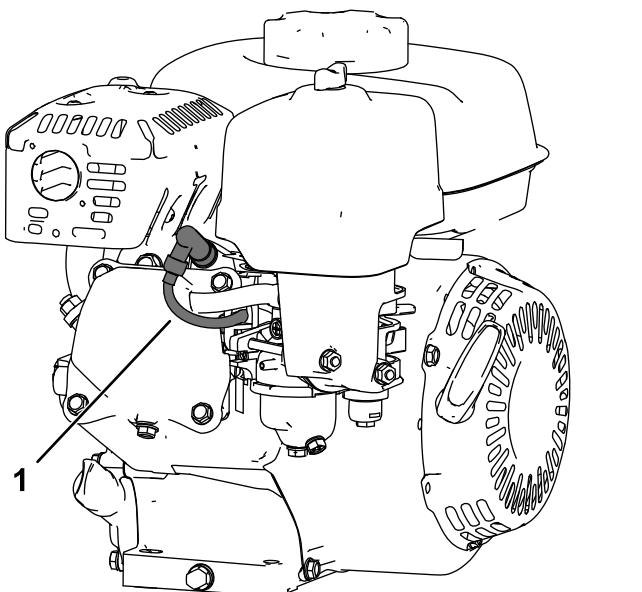

Figura 23
5. Desconecte el cable de la bujía (Figura 23).